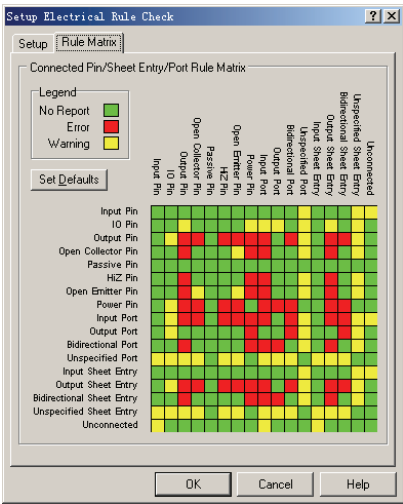

图 3-99 “Rule Matrix” 选项卡
2) “Rule Matrix” 选项卡如图 3-99 所示。这是一个彩色的正方形颜色块，称为“电气规则矩阵”。